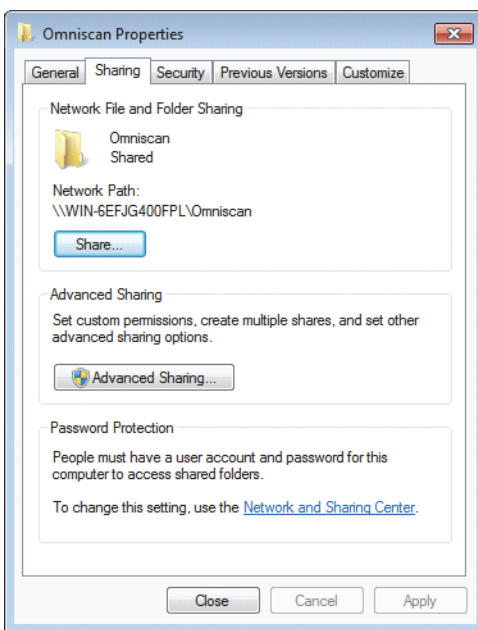

图 7-27 Omniscan 属性对话框（Windows 7）
3. 在 **Omniscan Properties**（OmniScan 属性）对话框中，点击 **Sharing**（共享）选项卡（参见第 217 页的图 7-27）。
8. 在 **Omniscan Properties** (Omniscan 属性) 对话框中, 点击 **Advanced Sharing** (高级共享) (参见第 217 页的图 7-27)。